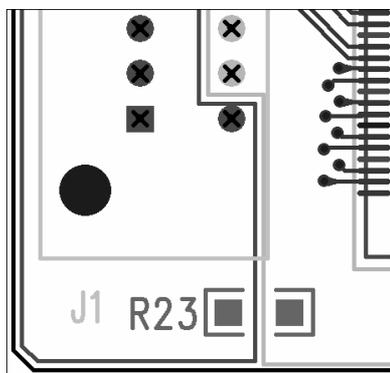
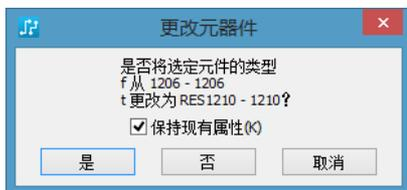
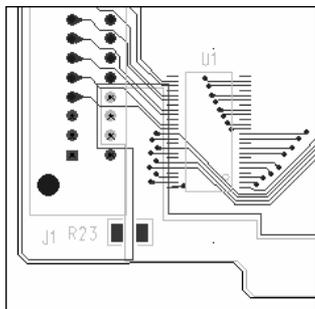

图 14-13 元器件 R23 的放置
图 14-18 “更改元器件”对话框
图 14-19 R23 封装变更后的效果图
(8) 在合适的位置处单击鼠标左键，放置元器件 R23，如图 14-13 所示。
(6) 单击“替换”按钮，弹出如图 14-18 所示对话框，单击“是”按钮，则完成元器件 R23 的封装变更，如图 14-19 所示（封装变更之前的效果参见图 14-13）。
也可以不用选择“浏览库”命令的方式进行封装类型的查找，而是利用当前设计中已有的封装类型。例如，可以在更改元器件的封装模式下，单击想要变更其封装类型的元器件，然后单击具有想要将其变更的封装的元器件，弹出如图 14-18 所示的对话框，单击“是”按钮，变更元器件的封装为第二个被单击的元器件的封装。